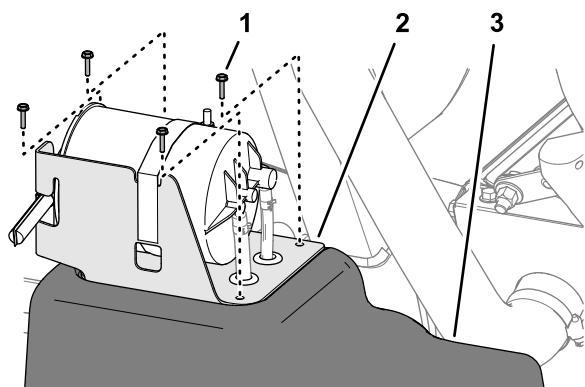

図 71
2. 燃料タンク部分で、カーボンキャニスタ用ブラケットを燃料タンク上部に固定しているねじ#10 x ¾" 4本を外す 図 71。